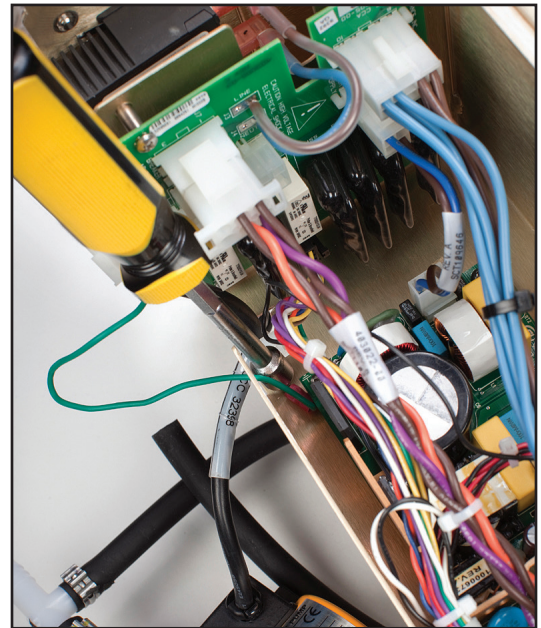

图 8-40 需拆卸的接地线；标明螺母位置（步骤 3）
3. 如图 8-40 所示，用 5/16 英寸螺母起子拧松并取下螺母，以拆卸接地线。